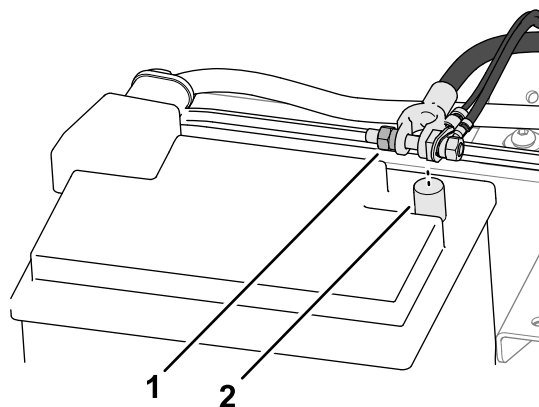

Figura 27
1. Monte el terminal del cable negativo de la batería (Figura 27) en el borne negativo de la batería.
2. Apriete la tuerca delantera y el perno en T (Figura 27) del terminal de cable negativo de la batería.